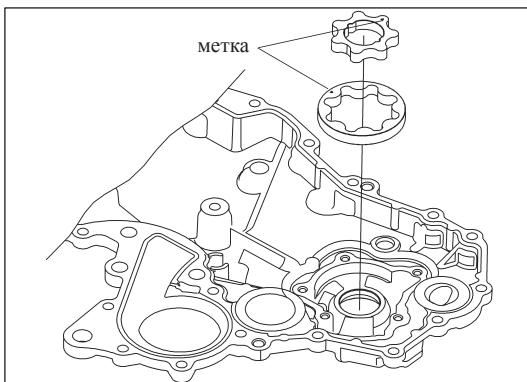

Рис. 11-4-10. Установка ведущей и ведомой шестерен
- (3) Установка ведущей и ведомой шестерен
- Установить ведущую и ведомую шестерни в камеру масляного насоса крышки ГРМ таким образом, чтобы метки были направлены к крышке масляного насоса, как изображено на рис. 11-4-10.